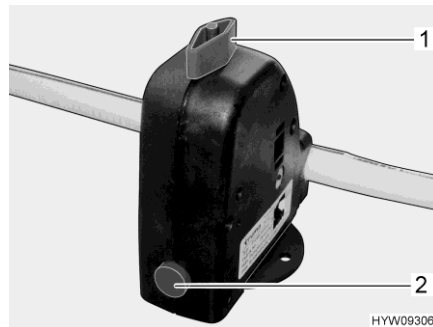

Fig. 201 Valve de sécurité et de vidange (Truma)
- Fermer la valve de sécurité et de vidange (Truma). Tourner pour cela le bouton rotatif (Fig. 201,1) dans le sens transversal par rapport à la valve de sécurité et de vidange et enfoncer le bouton-poussoir (Fig. 201,2).